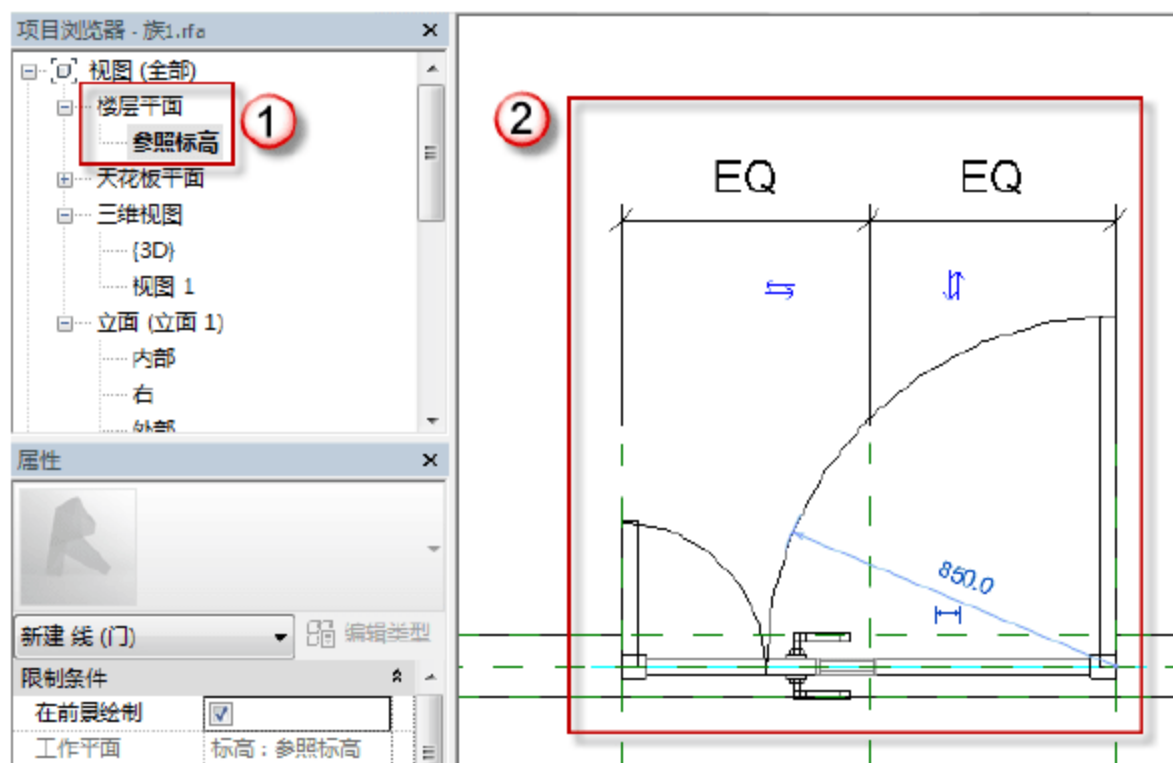

图 6.1.114 绘制子母门 M1221 的平面轮廓线
(32) 绘制子母门 M1221 的平面轮廓线。选择“项目浏览器”中的“楼层平面”→“参照标高”选项，进入门的参照标高视图。选择“注释”→“符号线”命令，绘制如图 6.1.114 所示门的投影线，按快捷键 D+I，为矩形“门板轮廓线”长边做标注，并将此标注锁定。